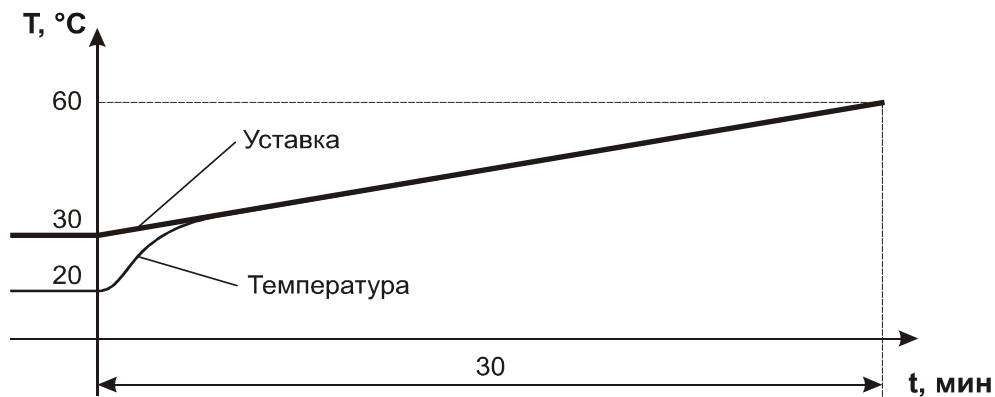

Рис. 6.9
- в) Если параметры первого шага задать следующим образом: $bc = 2$, SP — произвольное значение, $t_0 = 30$, $P_0 = 60$, то характер изменения уставки и примерный вид изменения температуры будут соответствовать рис. 6.9